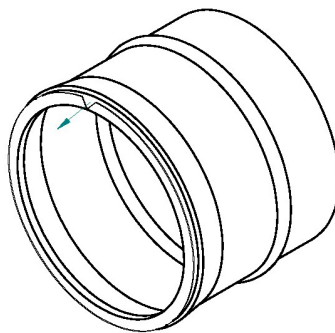

FIGURE 11A
Étape 11 : Découpez une encoche en forme de « V » à l'aide de ciseaux à tôle et utilisez des pinces pour ouvrir une partie de la lèvre de l'adaptateur d'entrée d'air frais vers l'extérieur, tel qu'illustré par la flèche sur la figure 11A.